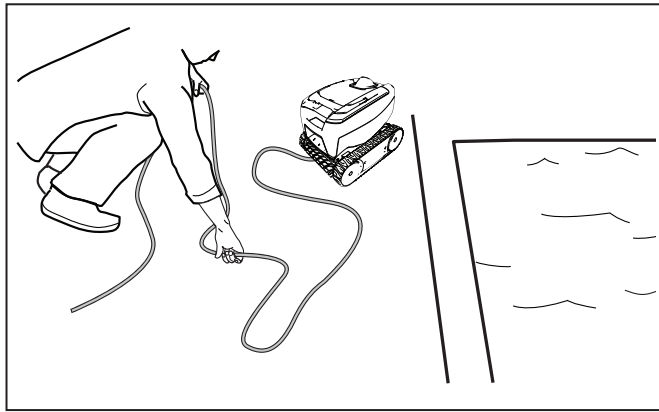

Figure 19. Étendre le câble au soleil
4. Retirer le robot nettoyeur de la piscine et démêler les noeuds et les enchevêtrements dans au niveau du câble flottant. Commencer par la tête du robot nettoyeur. Étendre le câble au soleil afin de l'aplanir complètement (Figure 19).